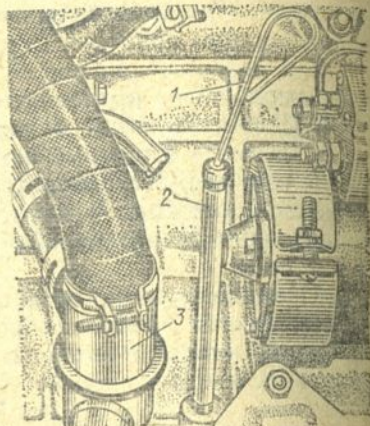

Рис. 30. Маслоизмерительный стержень и термостат:
1. Заправьте системы охлаждения двигателя и отопителя кузова, предварительно установив на место резьбовые пробки сливных отверстий, чистой водой, пустите двигатель, прогрейте воду до температуры 85—90°C, при которой клапан термостата 3 (см. рис. 30) уже будет открыт, и дайте проработать двигателю 2—3 мин.
На маслоизмерительном стержне 1 (рис. 30) нанесены две метки МАХ и MIN. Направляющая трубка 2 обеспечивает беспрепятственное введение стержня в картер двигателя.